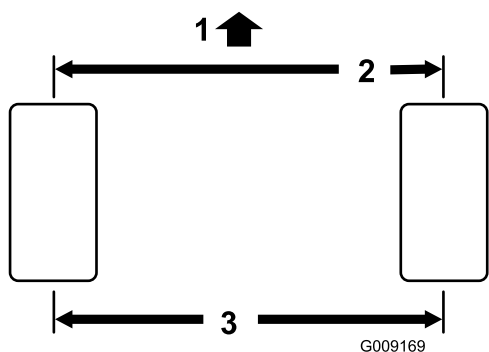

Figura 68
1. Mida la distancia entre centros (a la altura del eje) en la parte delantera y trasera de los neumáticos de dirección. La distancia delantera debe ser de 3 mm menos que la trasera (Figura 68).